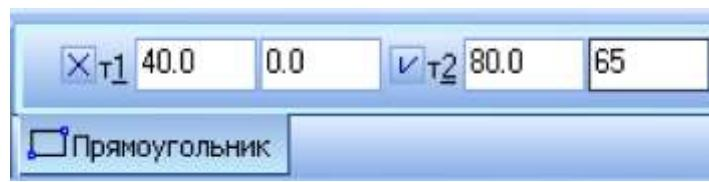

Рисунок 2.12 – Стока параметров Прямоугольника
2. Введите координаты левого нижнего угла прямоугольника и координаты правого верхнего угла прямоугольника (рисунок 2.12).